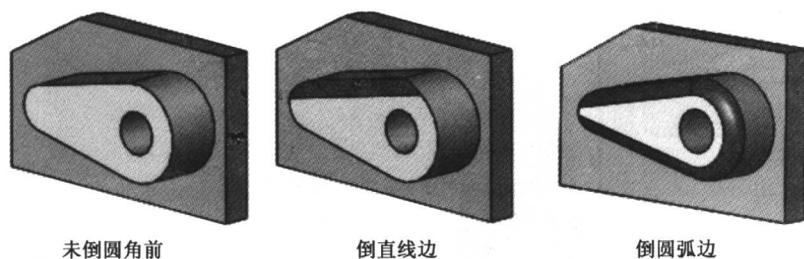

图 1-2 相切边圆角的情况
- 1) 可以对一条边倒角或两条边同时倒角，如图 1-2 所示。
- 2) 如果要倒圆弧边，则两条相切边都必须倒角，如图 1-2 所示。
- (9) 三条边相交。如果要倒圆角的顶点是凸倒圆角边和凹倒圆角边相交，则这个顶点的三条边不能同时倒角。应先倒其中一条不同类型的边，再倒其他两边，而不能只倒两条不同类型的边。